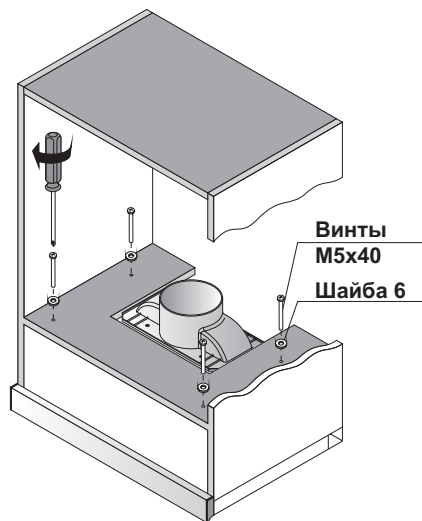

Рис. 5
3. При помощи винтов М5х40 с шайбами из монтажного комплекта и отвертки прикрепите вытяжку к шкафу. (Рис. 5)